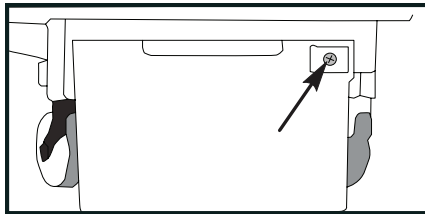

Imagen 2: Frente del PowerPod™
- Afloje el tornillo de fijación y quite cualquier sello de seguridad (si está presente) de la parte delantera del cajón del PowerPod™ (consulte la **Imagen 2**).